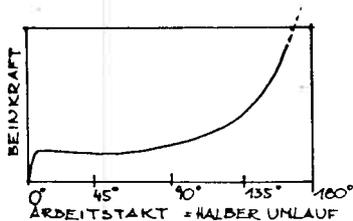

BILD 1
(6) Wenn der Fuß sich einer geraden Bahn entlang bewegt, entsteht die Tretkraft des Beines aus der Überlagerung der Muskelkraft mit ihrem Übertragungsmechanismus, der Beingeometrie. Sie steigt bei immer weiter gestrecktem Bein steil an und wird viel größer als die reine Muskelkraft; der Kniehebeleffekt! (Bild 1)
(7) Der normale Tretkurbelantrieb wandelt die Pedalkraft in ein Moment an der Tretlagerwelle um, das wiederum durch Drehen eines Kettenblattes am Kettenstrang zieht, usw. Dieses Moment kommt allerdings nur in dem engen Bereich, in dem die Kurbel rechtwinklig zur Tretkraft steht, zum Tragen: Tretmoment = Tretkraft x Pedallänge. Überall sonst, wo die Tretkraft nicht nur tangential auf die Kurbel ein-